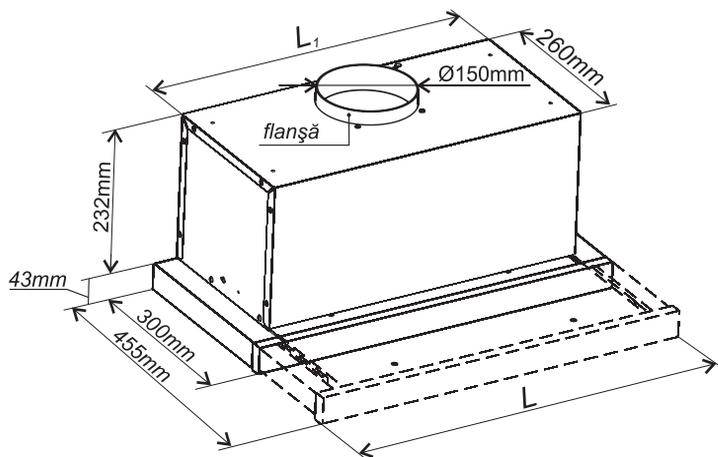

Fig. 1
Dimensiunile gabaritice:	v. fig.1
- 6.1 Selectați distanța între suprafața de încălzire a plitei și hotă (750 mm min.). Adăugând 43 mm (v. fig. 1), veți determina nivelul de jos pentru suspendarea dulapului.